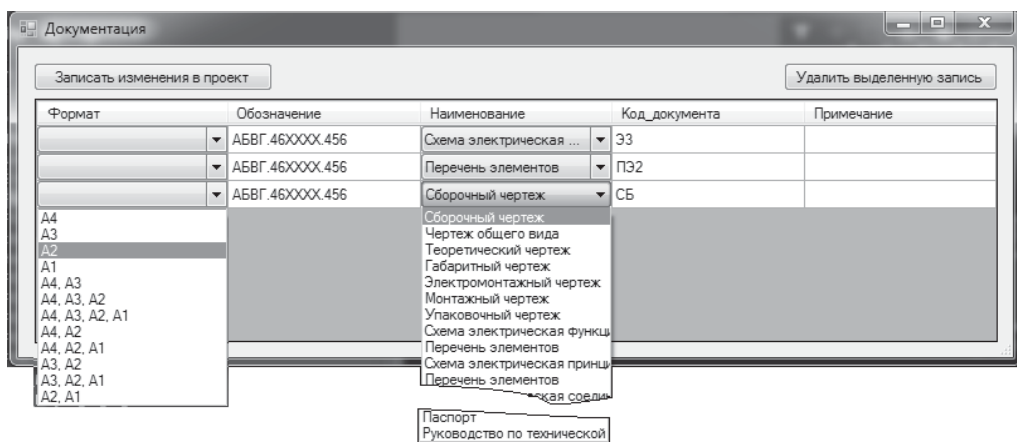

Рис. 11.9. Формирование списка документов
□ **Documentation** — подготовка к внесению в рубрику спецификации «Документация» обозначений и наименований документов. При выборе этой подкоманды активизируется диалоговое окно **Документация** (рис. 11.9), в котором должны быть выполнены следующие действия: